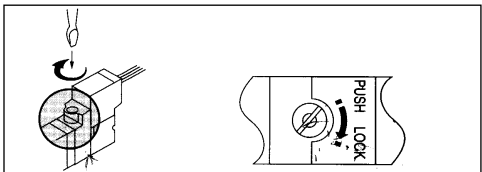

Abb. 9
Verriegelbare Ausführung mit Schlitzknopf (Abb. 9)
- Einen kleinen Schraubendreher in den Schlitz am Druckknopf (Abb. 9) einsetzen, Knopf eindrücken und im Uhrzeigersinn drehen, so dass der Schlitz in Riegelstellung zeigt.
Entriegeln (Abb. 9)